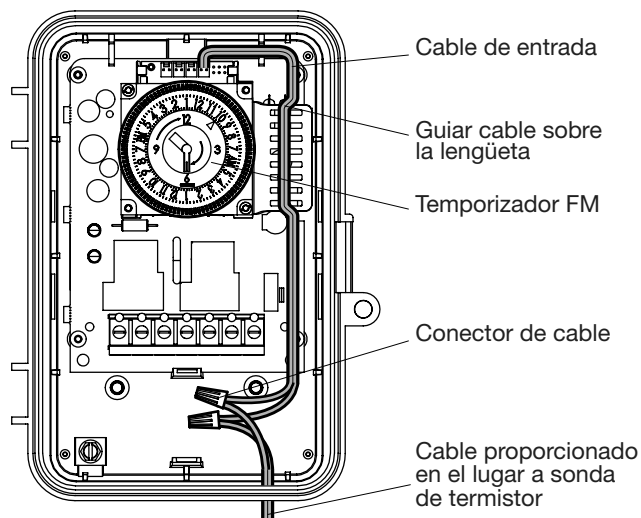

FIG. 8 Guiar cable de entrada
3. Guíe el cable de entrada sobre la lengüeta y alrededor del temporizador FM tal como se muestra en FIG. 8.
4. Corte el largo del cable de entrada para asegurar la conexión dentro de la caja, tal como se muestra en FIG. 8.